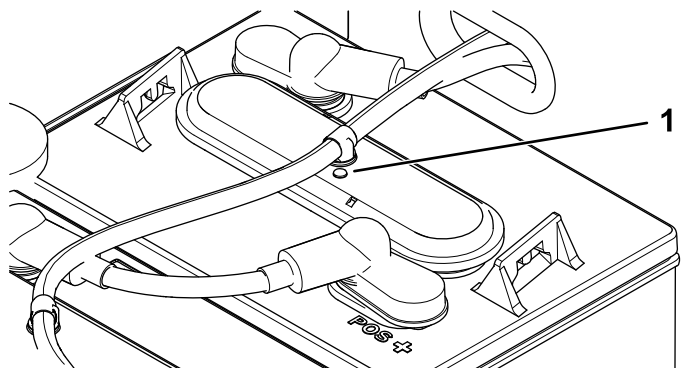

Figura 39
3. Verifique os ilhós em cada bateria para ver se são pretos ou brancos (Figura 39).